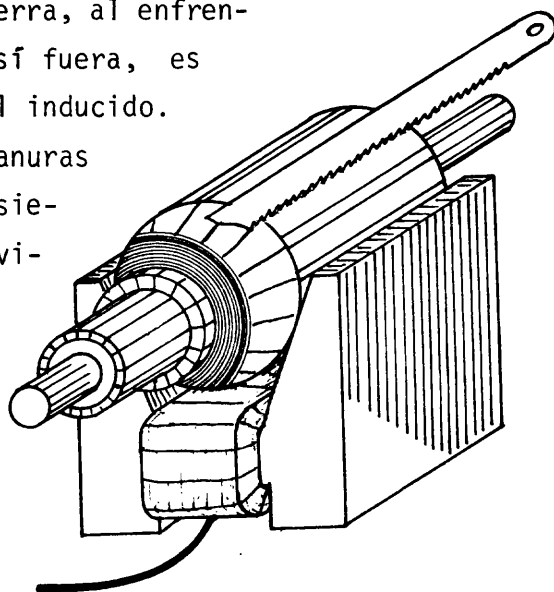

Fig.1
- c Coloque una hoja de sierra paralela al eje, en la parte superior del inducido (fig.1) y gírelo con la mano, lentamente.